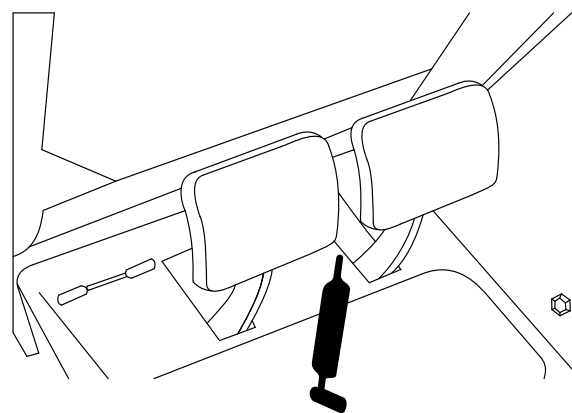

Figure 49
- Axe de pédale de frein (1) (Figure 49).